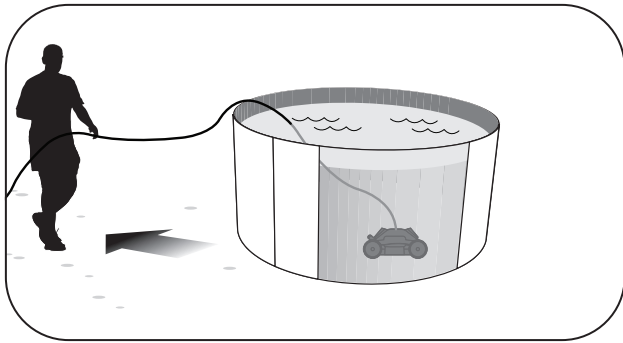

Figura 5. Extienda el cable flotante para evitar que se enrede
5. Extienda cuidadosamente todo el cable flotante en la piscina y compruebe que no esté enredado ni retorcido. Use solo el cable necesario para alcanzar la pared más lejana. Esto puede ayudar a evitar que el cable se enrede (Figura 5).